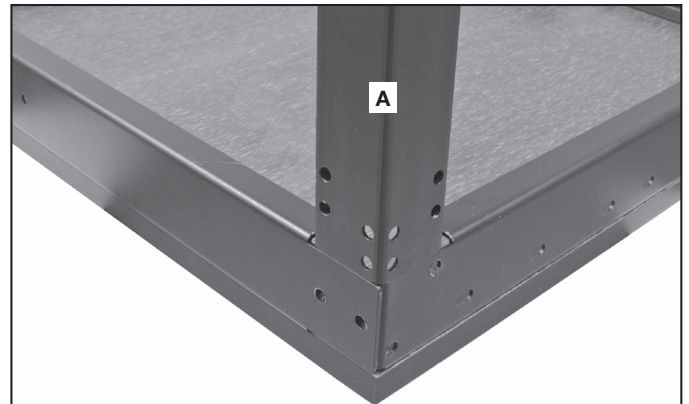

FIG. 1
2. Orienter une patte (A) fig. 1 comme dans l'illustration. Abaisser la patte sur la table pour que les trous de la patte rencontrent les trous de la table.